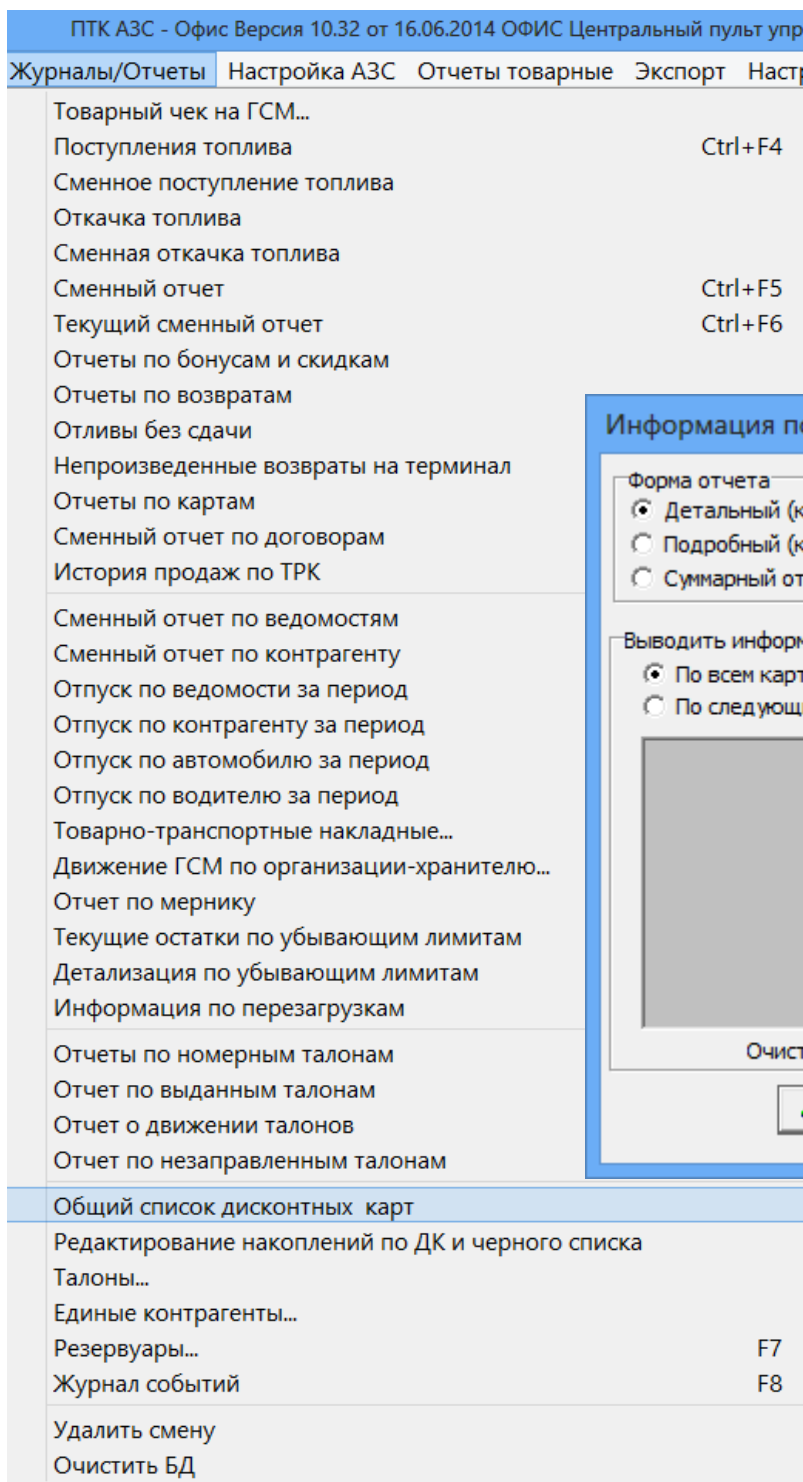

Рис.1
- Просмотр текущих сумм отливов по дисконтным картам в ПО «ПТК АЗС. ОФИС», как по каждой АЗС, так и суммарных (рис.1,2,3).